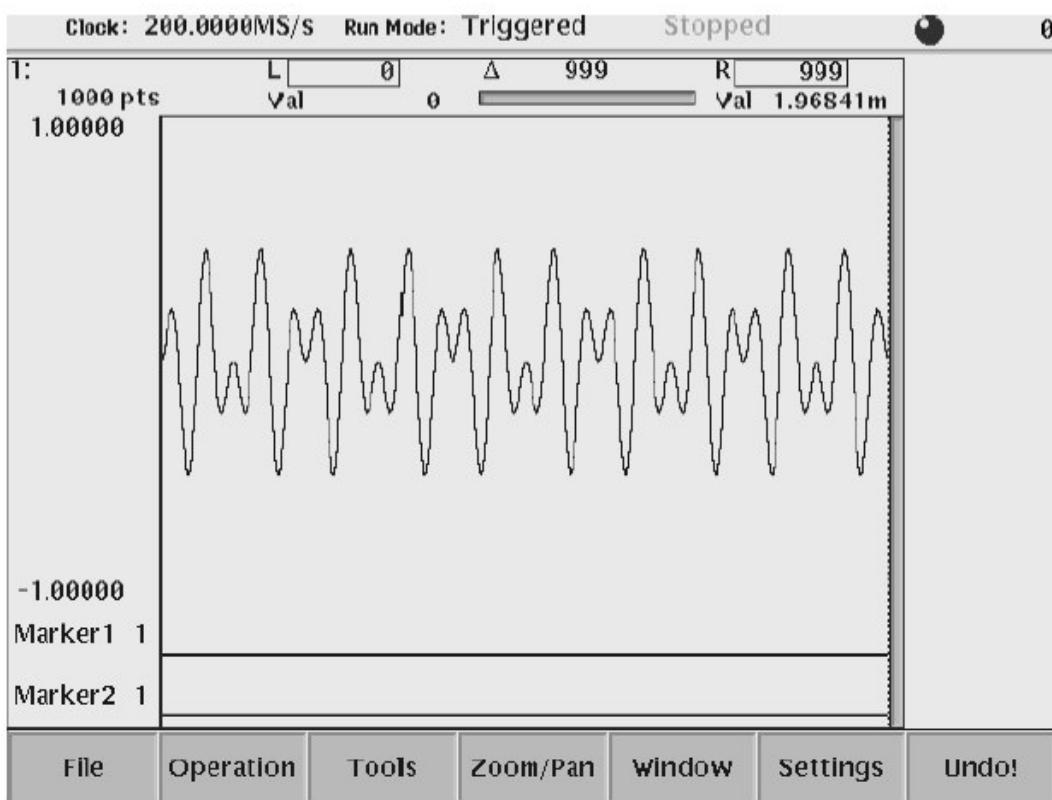

图 39 使用相乘操作创建波形
4. 在靠近前面板 CH1 的输出连接器上按压 CH1 键。若你已将示波器与 AWG400 系列任意波形发生器连接, 观察示波器波形是否与图 39 波形相同。